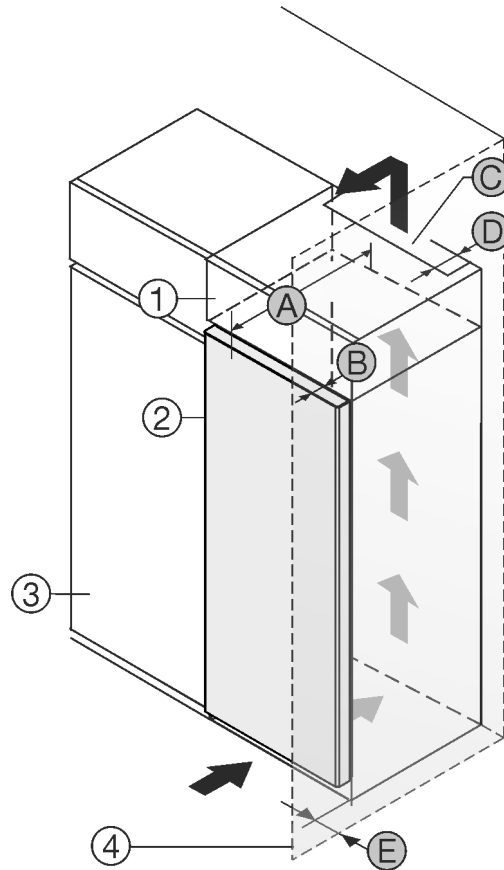

Fig. 1
Aparat lahko postavite neposredno ob kuhinjsko omaro Fig. 1 (3)*
Na zadnji strani nadgradne omare mora biti zaradi prezračevanja in odzračevanja po vsej širini nadgradne omare prezračevalni jašek globine Fig. 1 (D)*
Pod stropom je treba upoštevati presek prezračevanja Fig. 1 (C)*
Če aparat postavite s tečajji ob steni Fig. 1 (4), mora razdalja med aparatom in steno znašati vsaj 13 mm *
Da lahko vrata povsem odprete, mora aparat štrleti ven vsaj za globino vrat Fig. 1 (B) glede na sprednji del kuhinjske omarice. Odvisno od globine kuhinjskih omaric Fig. 1 (3) in uporabe stenskih distančnikov lahko aparat štrli bolj ven.*